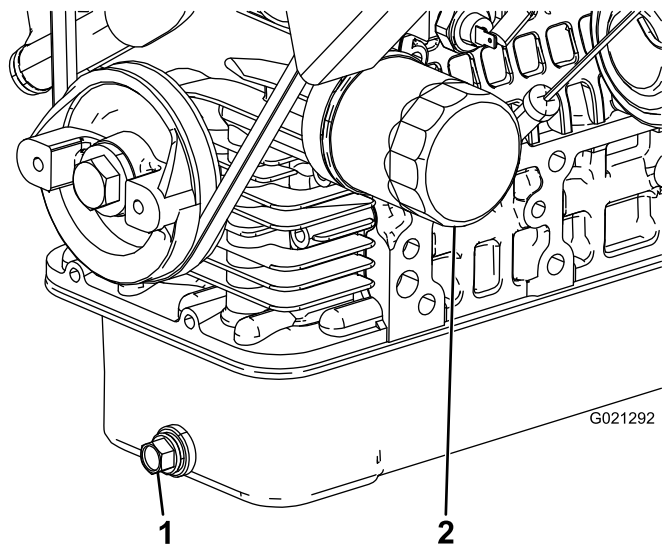

Figura 37
2. Scoatei buonul de golire i lasai uleiul să curgă într-o tavă de golire (Figura 37).
4. Demontai filtrul de ulei (Figura 37).